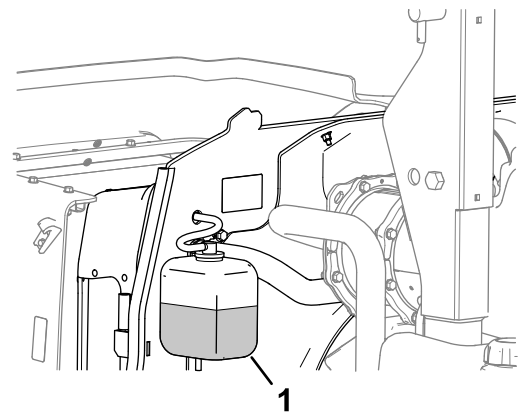

Figura 62
1. Verifique o nível de líquido de arrefecimento do depósito secundário (Figura 62).